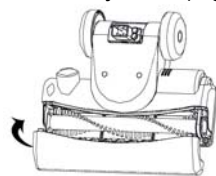

Fig. 21
- Reinstale la tapa del rodillo y los tornillos de fijación (Fig. 21)